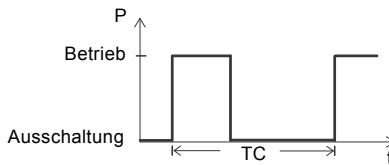

Abb. 5 S3-Betrieb
Der S3-Betrieb besteht aus einer Reihe von zehnmündigen Betriebszyklen (TC). Jeder Zyklus umfasst eine vierminütige Dauerbelastung, gefolgt von einer sechsminütigen Ruhephase. Während des Zyklus wird kein thermisches Gleichgewicht erreicht. Siehe Abb. 5.